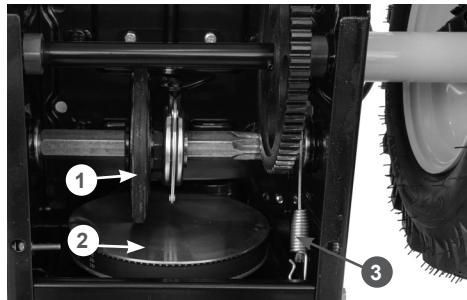

**Рис. 11 Крепление оболочки троса включения хода**
- закрепите оболочку троса в кронштейне на задней стороне панели, как показано на Рис. 11, и закрутите гайки, не затягивая их.
- При необходимости, отрегулируйте трос с помощью гаек 1 (Рис. 11). После регулировки затяните гайки;